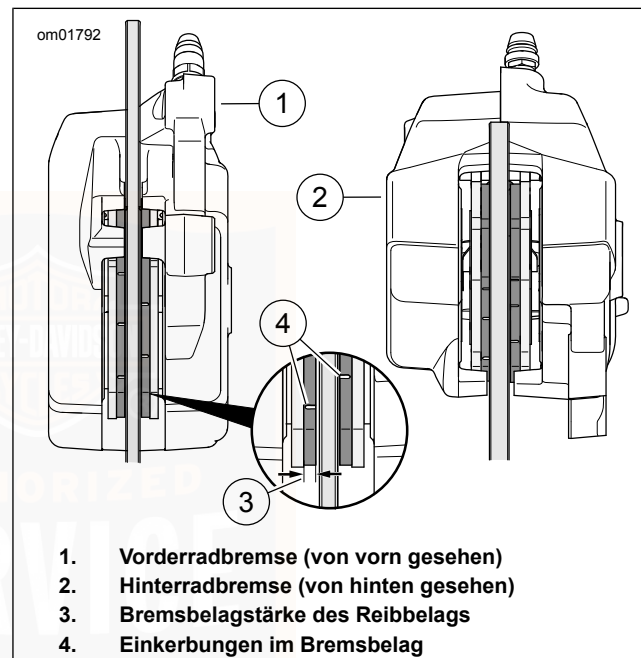

Abbildung 78. Reibmaterial des Bremsbelags
1. Siehe Abbildung 78 . Die Bremsscheibe prüfen, wenn diese gedreht wird. Die Scheibe muss schlagfrei im Bremssattel laufen.